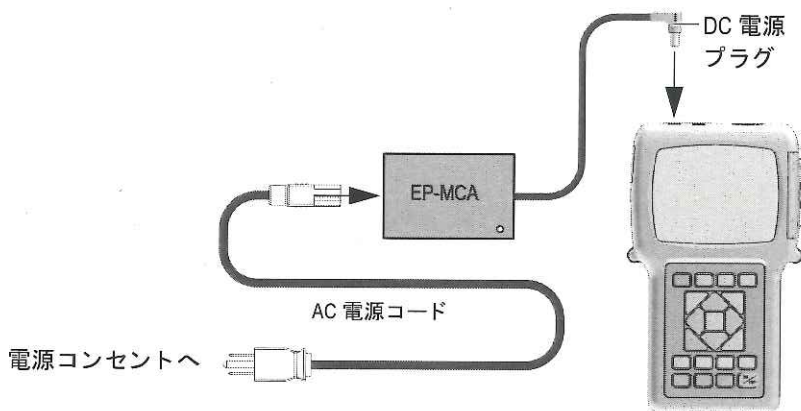

図 2-2 チャージャー/アダプタの接続
1. AC 電源コードをチャージャー/アダプタ (P/N: EP-MCA [U8767042]) と適切な電源コンセントに接続します (28 ページ図 2-2 参照)。